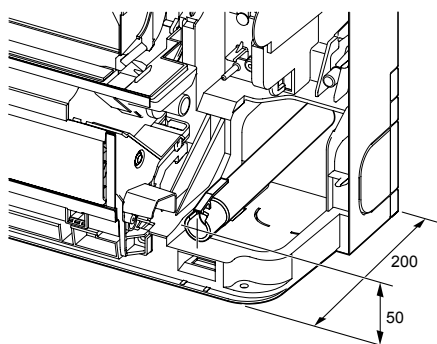

Fig. 5-3
- Για την όδευση της σωληνώσεως αποστράγγισης, βεβαιωθείτε ότι ο σωλήνας αποστράγγισης είναι τοποθετημένος όπως δείχνει η εικόνα. (Fig. 5-3)